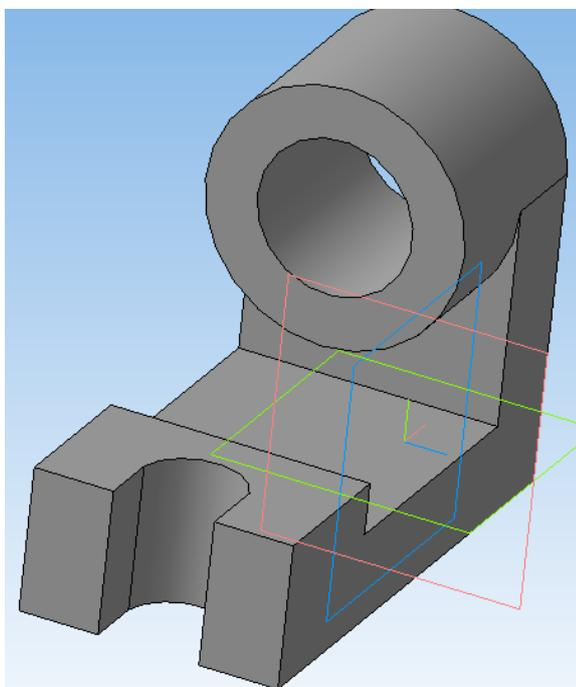

Рисунок 3.4 – Операция «Вырезать выдавливанием»
6) Создайте из профиля 4 эскиз на рабочей плоскости  $ZX$ . Примените к созданному эскизу операцию «Вырезать выдавливанием» с тем же параметром «через все» (рисунок 3.4).